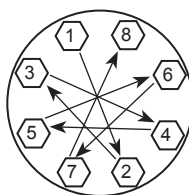

Fig 5.13
- Apriete los tornillos gradualmente en secuencia con una diagonal incluso par. (consulte Fig. 5.13)